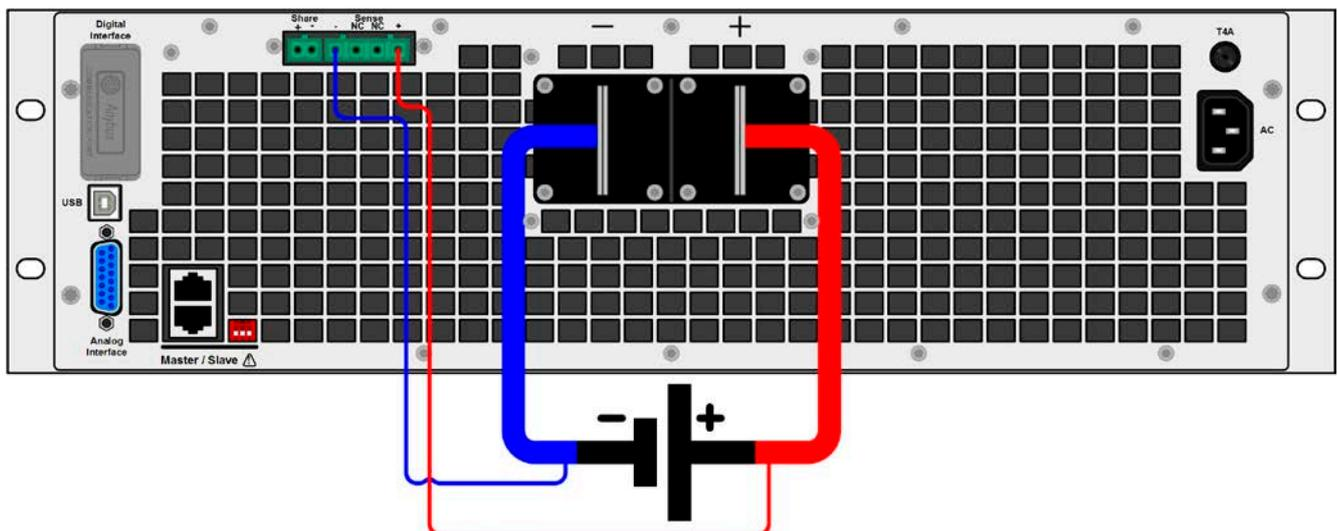

Imagen 12 - Ejemplo de una conexión de detección remota
- *La detección remota es solo eficaz durante un funcionamiento de tensión constante (CV) y para otros modos, se debe desconectar la entrada de detección en la medida de lo posible porque conectarla generalmente incrementa la tendencia a la oscilación*
- *Los cables se deben conectar del polo + al + y del - al - en la fuente, de lo contrario, la entrada de detección de la carga electrónica podría resultar dañada. Ejemplo Imagen 12 a continuación.*